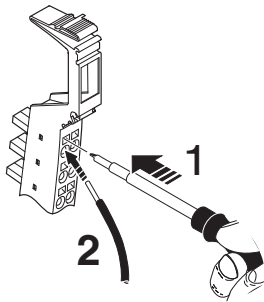

Bild 11-1 Anschließen ungeschirmter Leitungen
- Stecken Sie einen Schraubendreher so weit in den Betätigungsschacht des entsprechenden Klemmpunktes (Bild 11-1, 1), dass Sie den Leiter in die Öffnung der Feder stecken können.
- Stecken Sie den Leiter ein (Bild 11-1, 2). Ziehen Sie den Schraubendreher aus der Öffnung. Der Leiter wird dadurch festgeklemmt.
- Stecken Sie einen Schraubendreher so weit in den Betätigungsschacht des entsprechenden Klemmpunktes (Bild 11-1 auf Seite 133, 1), dass Sie die Ader in die Öffnung der Feder stecken können. Phoenix Contact empfiehlt den Schraubendreher SZF 1 - 0,6X3,5 (Art.-Nr. 1204517).
- Stecken Sie die Ader ein (Bild 11-1 auf Seite 133, 2). Ziehen Sie den Schraubendreher aus der Öffnung. Die Ader wird dadurch festgeklemmt.